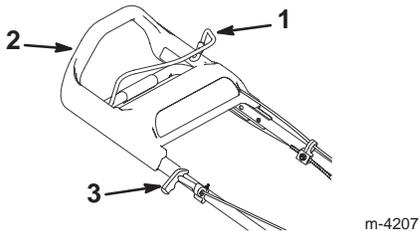

Figure 10
La poignée du lanceur et la barre de commande de la lame se trouvent sur la partie supérieure du mancheron, comme illustré à la Figure 10.
- **Démarrage manuel** – Tirez lentement la poignée du lanceur jusqu'à ce que vous sentiez une résistance, puis tirez vigoureusement (Fig. 10). Laissez le lanceur se rétracter lentement jusqu'à la poignée.